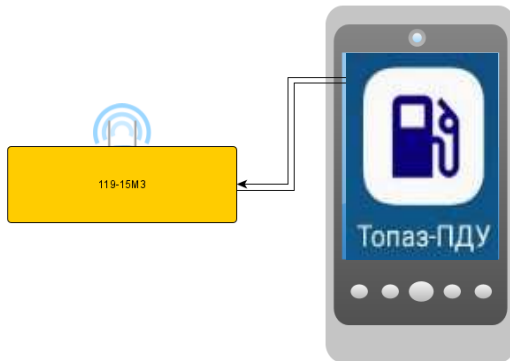

Рисунок 1
1.2 ПО, установленное на планшет, подключается к блоку сопряжения одного из типов: "Топаз-119-15М3", "Топаз-119-14М3" или "Топаз-119-22М3" (далее – БС). К БС может быть подключен только один планшет (рисунок 1).